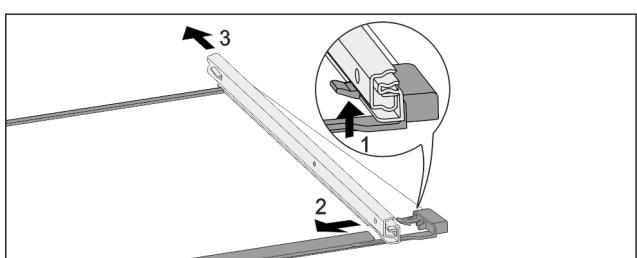

Fig. 174 Скляна пластина з рейками
- Натиснути передній гачок-фіксатор вгору. Fig. 174 (1)
- Виштовхніть війзну рейку в сторону Fig. 174 (2) та назад Fig. 174 (3).